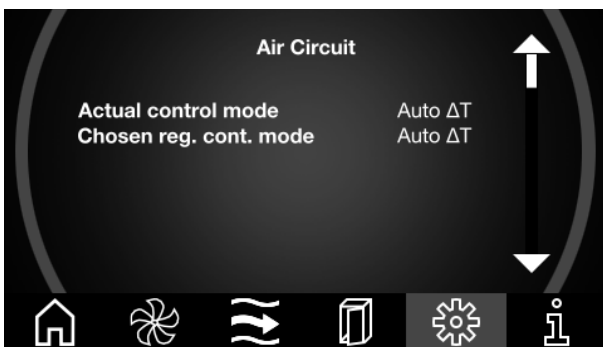

Imagen 113: Pantalla «Air Circuit»
- Desplázate desde la pantalla «Air Circuit» (imagen 113) a la segunda pantalla utilizando las flechas. Aquí se muestran las diferencias de temperatura para el modo de regulación actual «Auto ΔT», entre las cuales se realiza una regulación lineal de la velocidad.